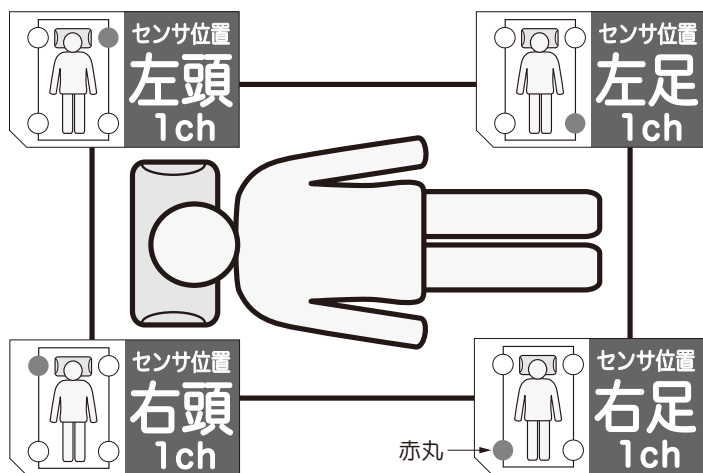

図2-1
- 8 図2-1に示すラベル位置に各センサをベッドキャスター下（図2-2）に設置します。ラベルに記載されている赤丸の表示位置通りであれば、図2-2に示す様なキャスター及びセンサ設置方向でも使用できます。